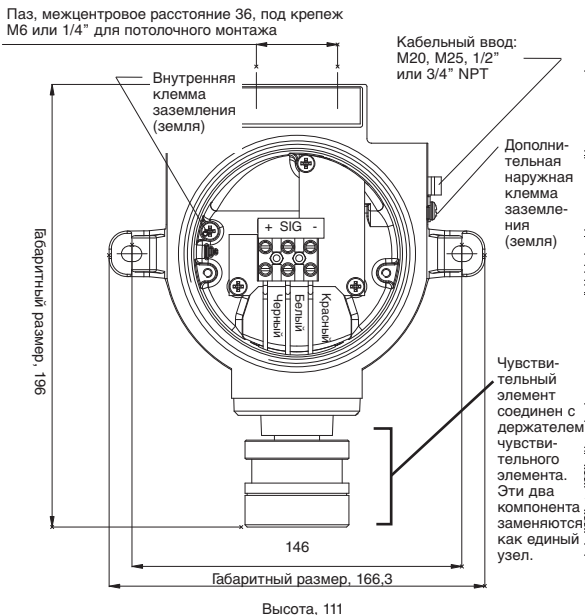

Рис. 10. Чертеж детектора Xgard, тип 4, с указанием размеров
Примечание. Заземление детектора газов Xgard выполняется с помощью встроенной клеммы заземления (см. рис. 10). Внешняя клемма заземления (см. рис. 10) может использоваться только для дополнительного электрического соединения и только если это разрешено или требуется местными органами власти. Для ограничения радиочастотных помех соединительную коробку и оплетку кабеля следует заземлить на панель управления. Заземляющие соединения можно выполнять только в безопасной зоне, при этом следует избегать образования контуров заземления.
Подробный чертеж детектора **Xgard** типа 4 приведен на рис. 10.
8. Подсоединить провода чувствительного элемента, как показано на рис. 10.